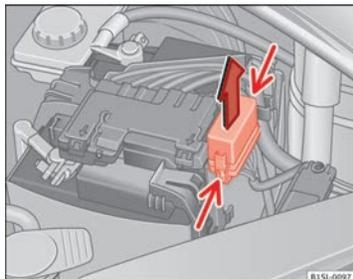

Fig. 143 Nel vano motore: coperchio della scatola dei fusibili.
- Premere le linguette di blocco nella direzione indicata dalla freccia (freccia fine), per sbloccare il coperchio della scatola dei fusibili ⇒ fig. 143.